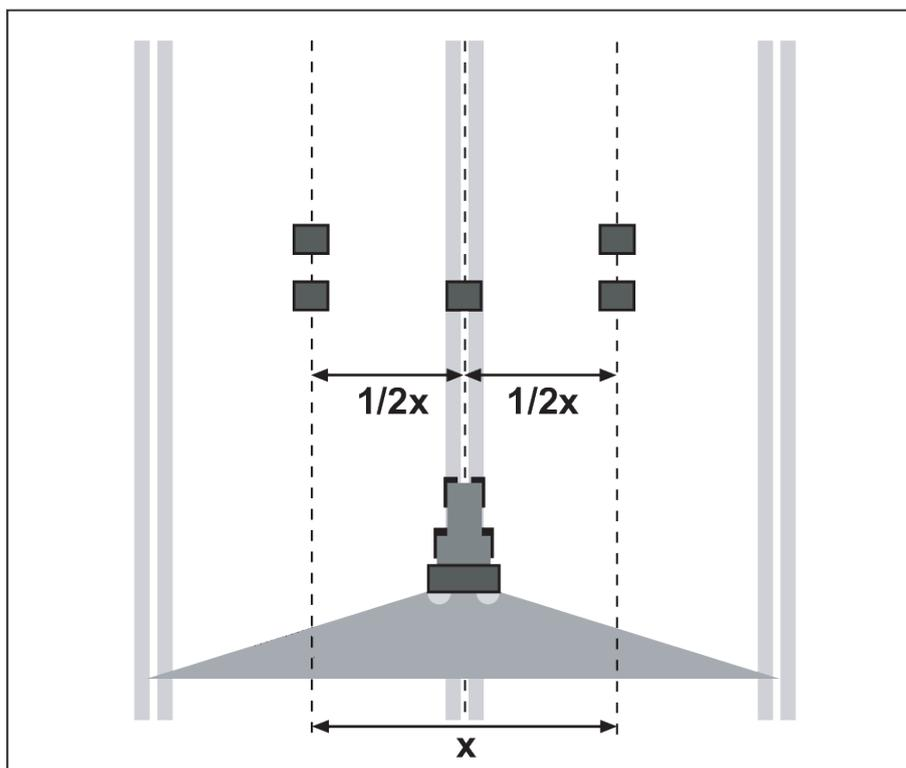

図 51: 1 回走行のレイアウト
- ▶ 図のようにそれぞれ 2 つの回収トレイをオーバーラップゾーン(行路の間)に一列に置き(1 m 間隔)、1 つの回収トレイを進路に配置します(図 51 を参照)